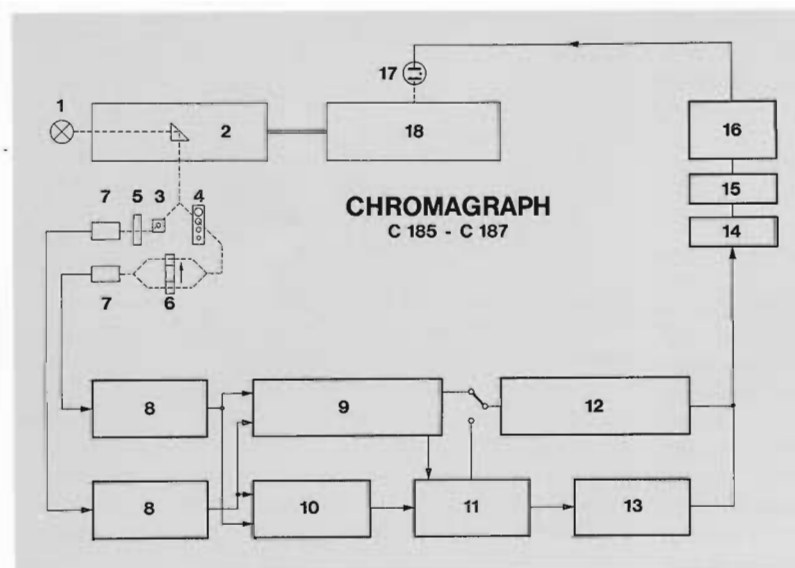

Bild 13: Schema der zweistrahligen Farbzerlegung des Chromagraph in Zweikanal-Ausführung (Haupt- und Korrekturkanal)
Für einen Scanner jedoch, der nur jeweils einen Farbauszug niederschreibt, läßt sich der Aufwand ganz wesentlich reduzieren. Die Firma Dr.-Ing. Rudolf Hell hat ein Verfahren entwickelt, das mit nur zwei Kanälen auskommt (Bild 13). Danach wird ein, den Hauptabtastrichtpunkt darstellender, scharf gebündelter Strahl für den sogenannten Hauptkanal (3, 5, 7, 8, 10, 11, 13) verwendet. Ein zweiter, das Umfeld erfassender Strahl wird für den Korrekturkanal (4, 6, 7, 8, 9, 12) eingesetzt. Der Hauptstrahl wird z. B. für den Rotauszug grün gefiltert, während der Korrekturstrahl aufgespalten, durch ein Rot- und ein Blaufilter (6) geschickt und vor dem Auftreffen auf den Photomultiplier wieder vereinigt wird. Der springende Punkt ist also der, daß der farbkorrigierende Umfeldkanal zweifarbig gefiltert wird und gleichzeitig zur Unschärfmaskierung herangezogen wird. Das Korrekturfilter (6) kann man mehr zum einen Farbbereich oder mehr zum anderen Farbbereich schie-